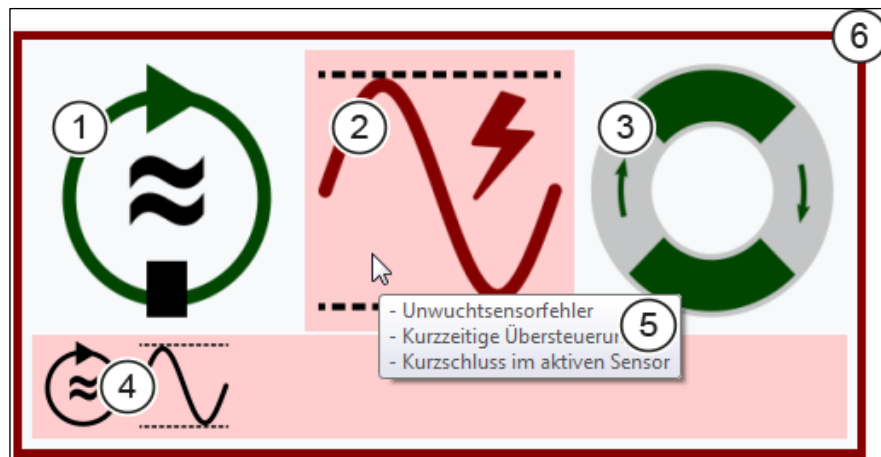

Bild 6-37 Widget „Status (Fehler)“
- Kategorie „Drehzahl“ (Pos. 1 in Bild 6-37)
- Kategorie „Unwucht“ (Pos. 2 in Bild 6-37)
- Kategorie „Wuchtkopf/Sendeeinheit“ (Pos. 3 in Bild 6-37)
- Kategorie „Auswuchtdomäne und Auswuchtstrategie“ (Pos. 4 in Bild 6-37)
Tooltip	Jede Ikone, die einen Fehlerstatus signalisiert oder zusätzliche Informationen enthält, kann Details in einem Pop-up-Fenster (Tooltip, Pos. 5 in Bild 6-37) anzeigen. Dieses erscheint, wenn man die Maus über die Ikone positioniert.
LED L3 Systemkontrolle Auswuchten	Das Widget ist mit einem roten Rahmen (Pos. 6 in Bild 6-37) umrandet, falls ein Fehler aufgetreten ist, der dazu geführt hat, dass die LED L3 „Systemkontrolle Auswuchten“ leuchtet (siehe Abschnitt 4.3 auf Seite 22).
HINWEIS	Die Fehler können auch in Kombination angezeigt werden, z. B. Unwuchtsensor mit Übersteuerung + Kurzschluss (siehe Pos. 2 in Bild 6-37 auf Seite 56).
Die Fehler und Informationen dieser Kategorie werden in der unteren Leiste (siehe Pos. 4 in Bild 6-37 auf Seite 56) des Widgets eingeblendet. Die Ikonen werden solange angezeigt, bis eine neue Auswuchtaktion (z. B. Auswuchten oder Neutralposition) gestartet wurde. Sie liefern Details, warum eine Aktion fehlgeschlagen ist oder Informationen, dass z. B. die Auswuchtzeit überschritten ist.